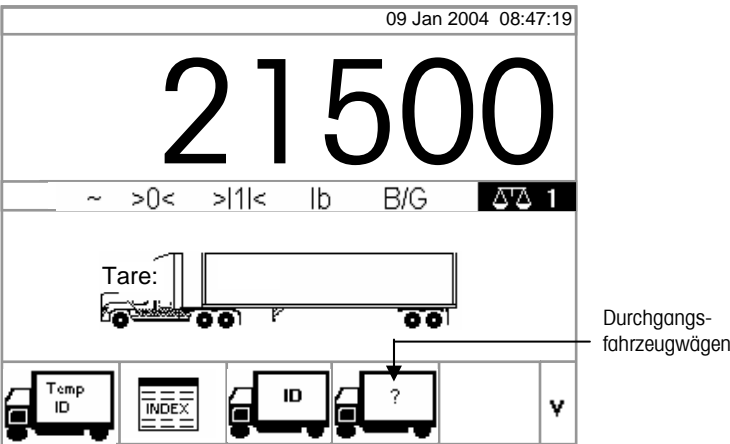

Abbildung 2-11: Standardwägebildschirm
1. Wenn sich das Fahrzeug auf der Waage befindet, wird die Schnellfunktions-taste DURCHGANGSFAHRZEUG-WÄGEN gedrückt (siehe Abbildung 2-11).